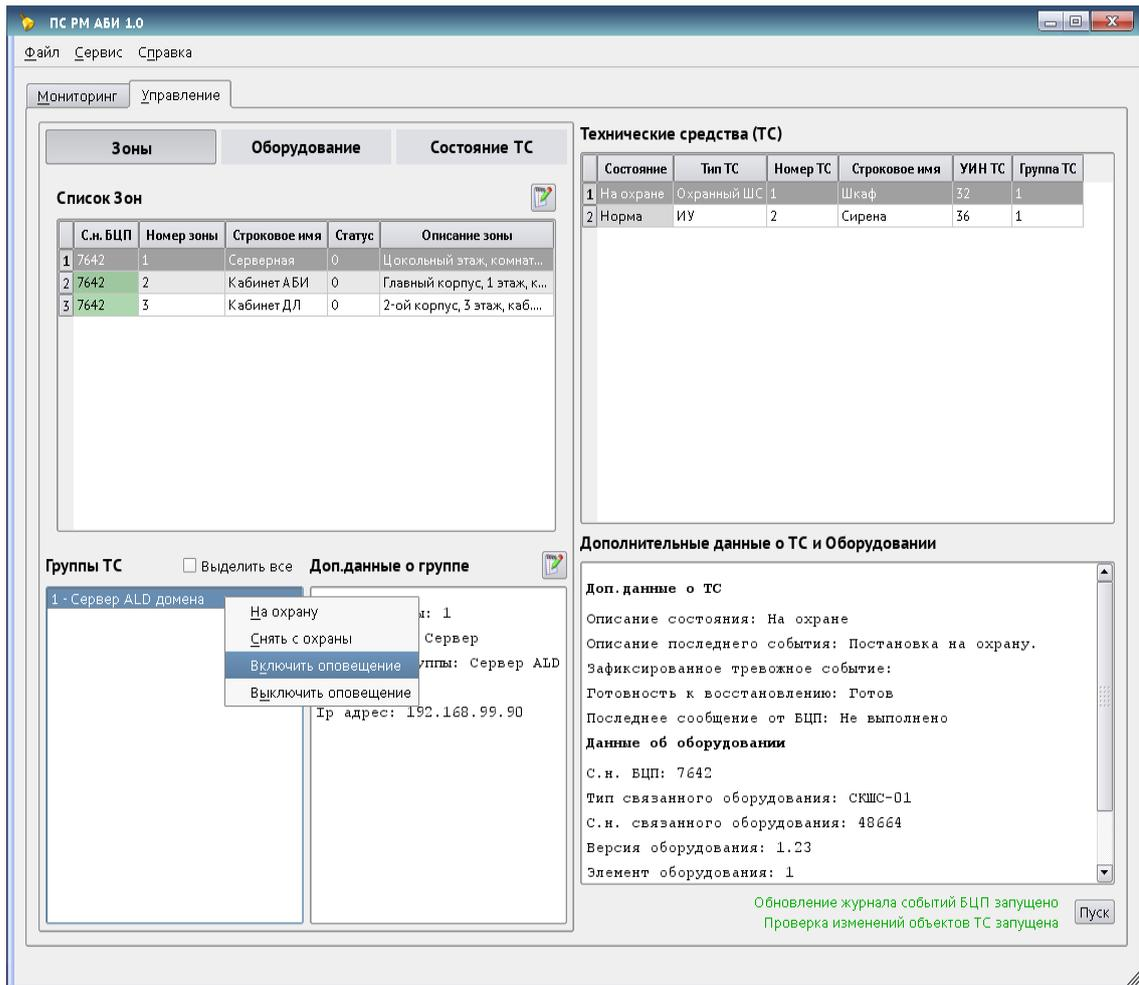

Рис. 4 – Включение оповещения
- в окне «Группы ТС» нажать правой кнопкой «мыши» на «АРМ нарушителя» и в появившемся окне выбрать пункт «Включить оповещение» (рис. 4). Убедиться в том, что по команде администратора на «АРМ нарушителя» происходит срабатывание светового и звукового оповещателей (комбинированного светозвукового оповещателя) (установленного в непосредственной близости от «АРМ нарушителя»).